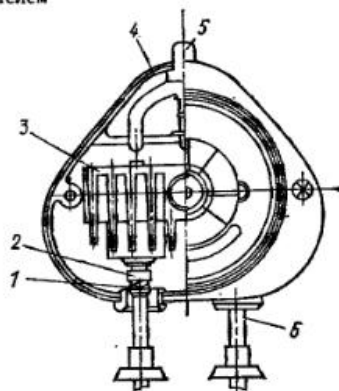

Рис. 62. Взбивалка:
**Взбивалка** состоит из пластмассового корпуса 4 (рис. 62) и редуктора 3. Приготовление кулинарных изделий производится с помощью съемных инструментов: венчиков и тестомешалок, которые вставляются в полые валы червячных колес редуктора. Рабочее положение инструмента фиксируется посредством пружин 1. В корпусе взбивалки смонтирован выталкиватель инструмента с кнопкой 5.
**Разборка взбивалки.** Вывернуть два шурупа и вскрыть корпус 4 (см. рис. 62) взбивалки. Отвернуть два винта и снять редуктор 3. Протереть корпус редуктора салфеткой, смоченной в бензине. При помощи отвертки извлечь стопорное кольцо подшипника качения. Ввести в подшипник скольжения по три-четыре капли турбинного масла Т22. Подшипник качения заполнить на две трети объема смазкой ЦИАТИМ-201. Собрать взбивалку в обратной последовательности.